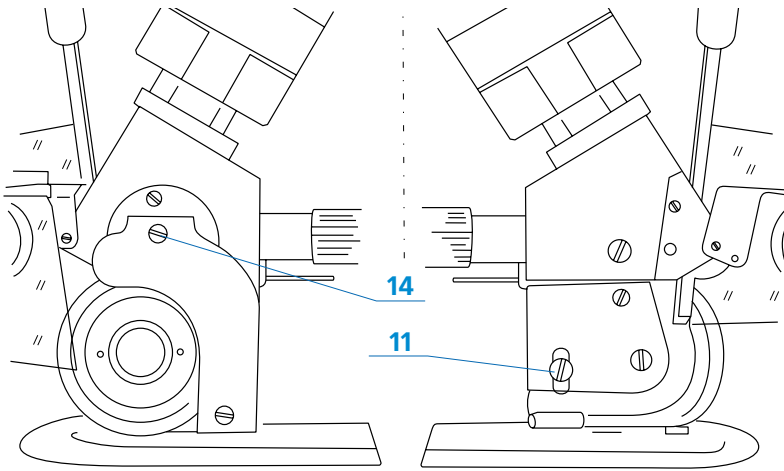

Рис. 5
Изменение радиуса ножа (износ, замена) требует регулирования положения стопы по отношению к ножу. Для этого нужно освободить (рис.5) два винта (11) и (14) затем поворотом эксцентрика установить расстояние " $W$ " приподнимая, либо опуская стопу. После регулировки вновь установить освобожденные ранее винты.